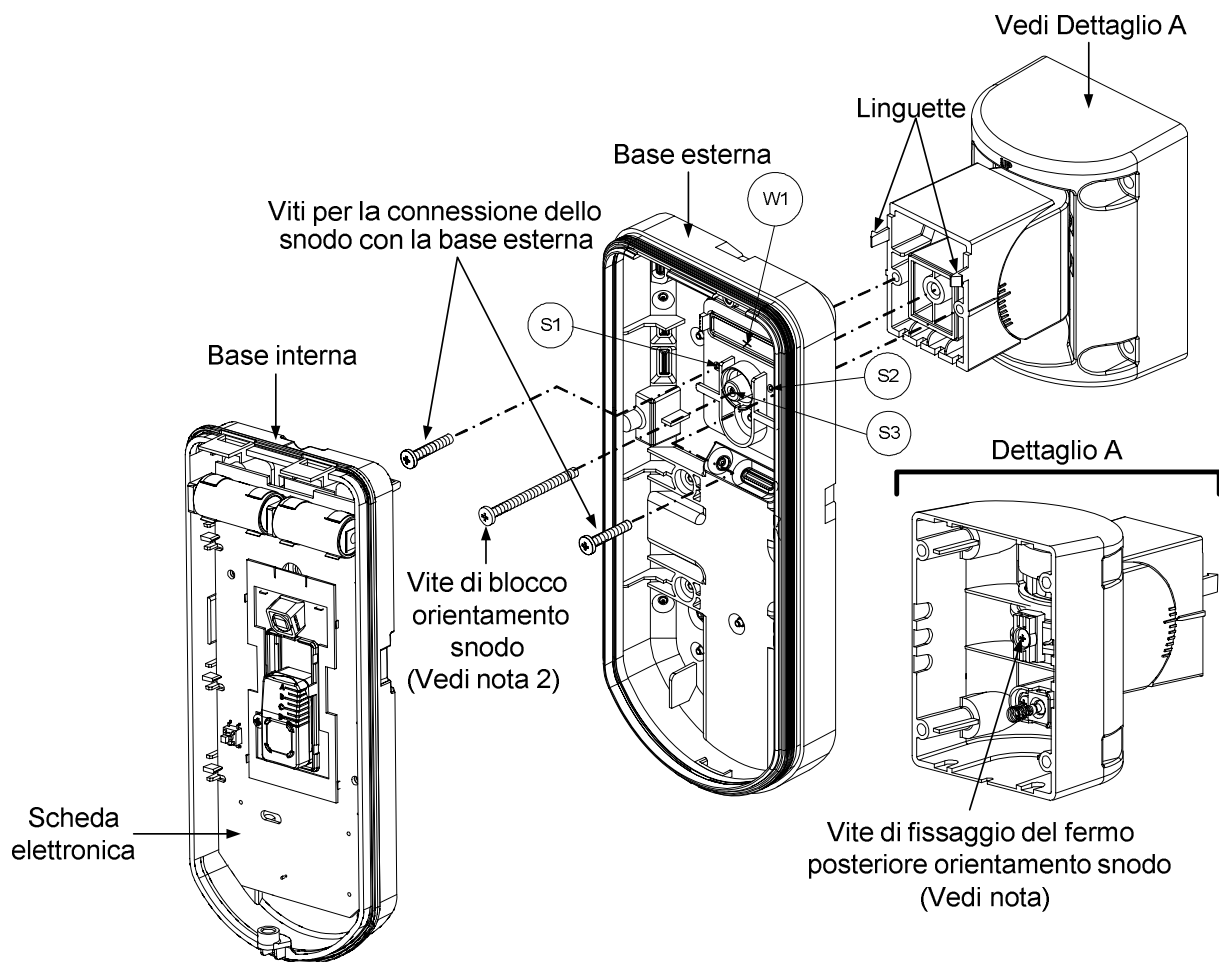

Figura 9
3. Unire la base esterna allo snodo utilizzando le apposite linguette ad incastro (Figura 9).
1. Fissare la base esterna allo snodo con due viti tramite le predisposizioni S1 e S2 (Figura 9).
2. Inserire nello snodo standard la vite (fornita) di fissaggio ad angolo facendola passare dalla base esterna attraverso il foro a sfondare S3 (Figura 9).
Quando i punti marcati delle due parti mobili sono allineati (figura 9), lo snodo standard si trova in posizione 0°. Ogni "click" verticale da questa posizione corrisponde ad un incremento / decremento di 5°.